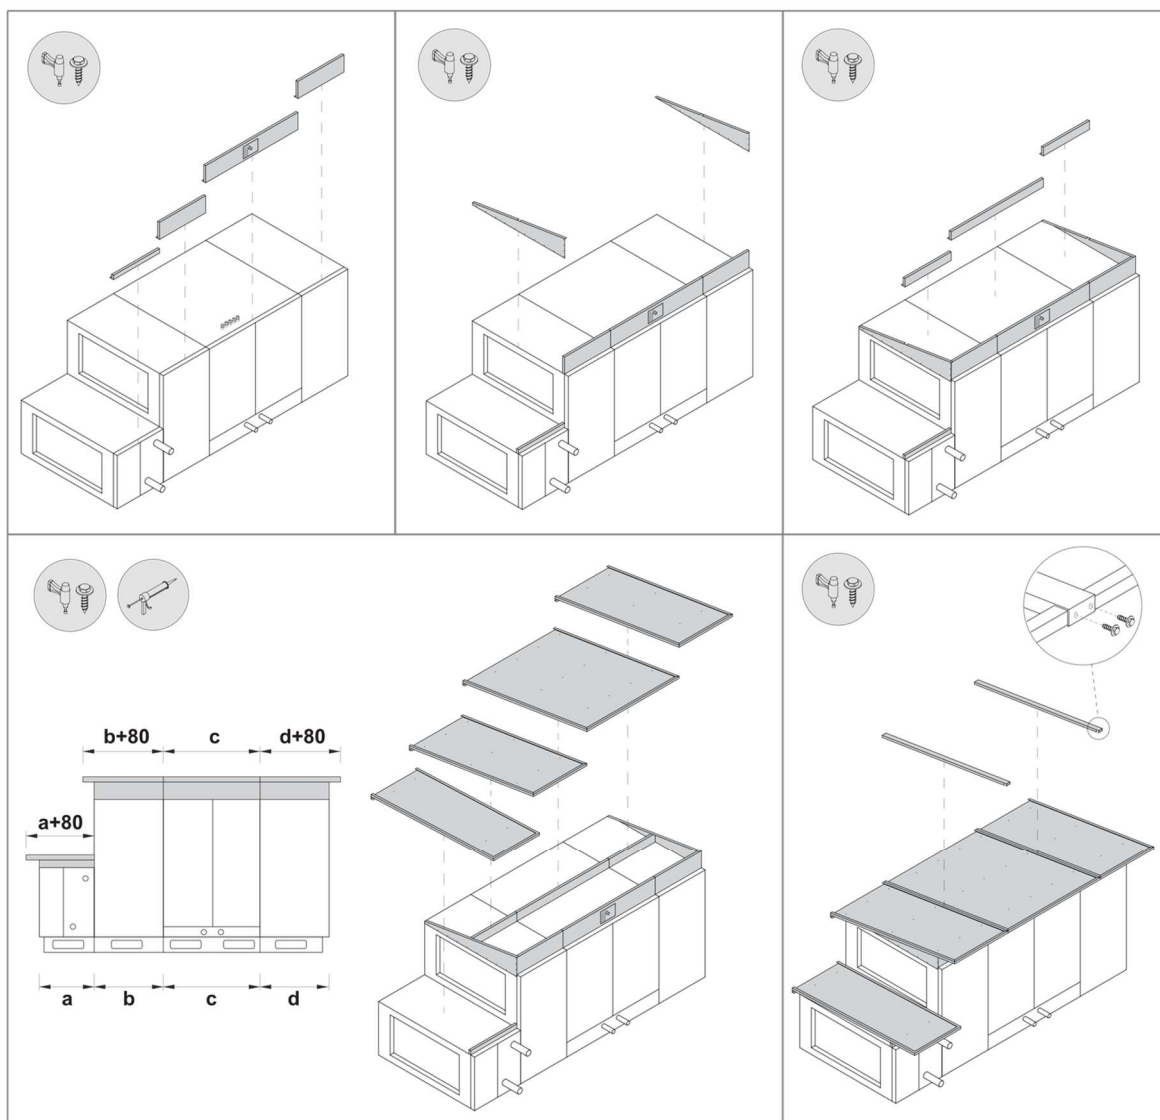

Рисунок 5 - Схема монтажа крыши
- 5.1.5 Смонтируйте крышу (если предусмотрена) согласно схемам монтажа (Рисунок 5).